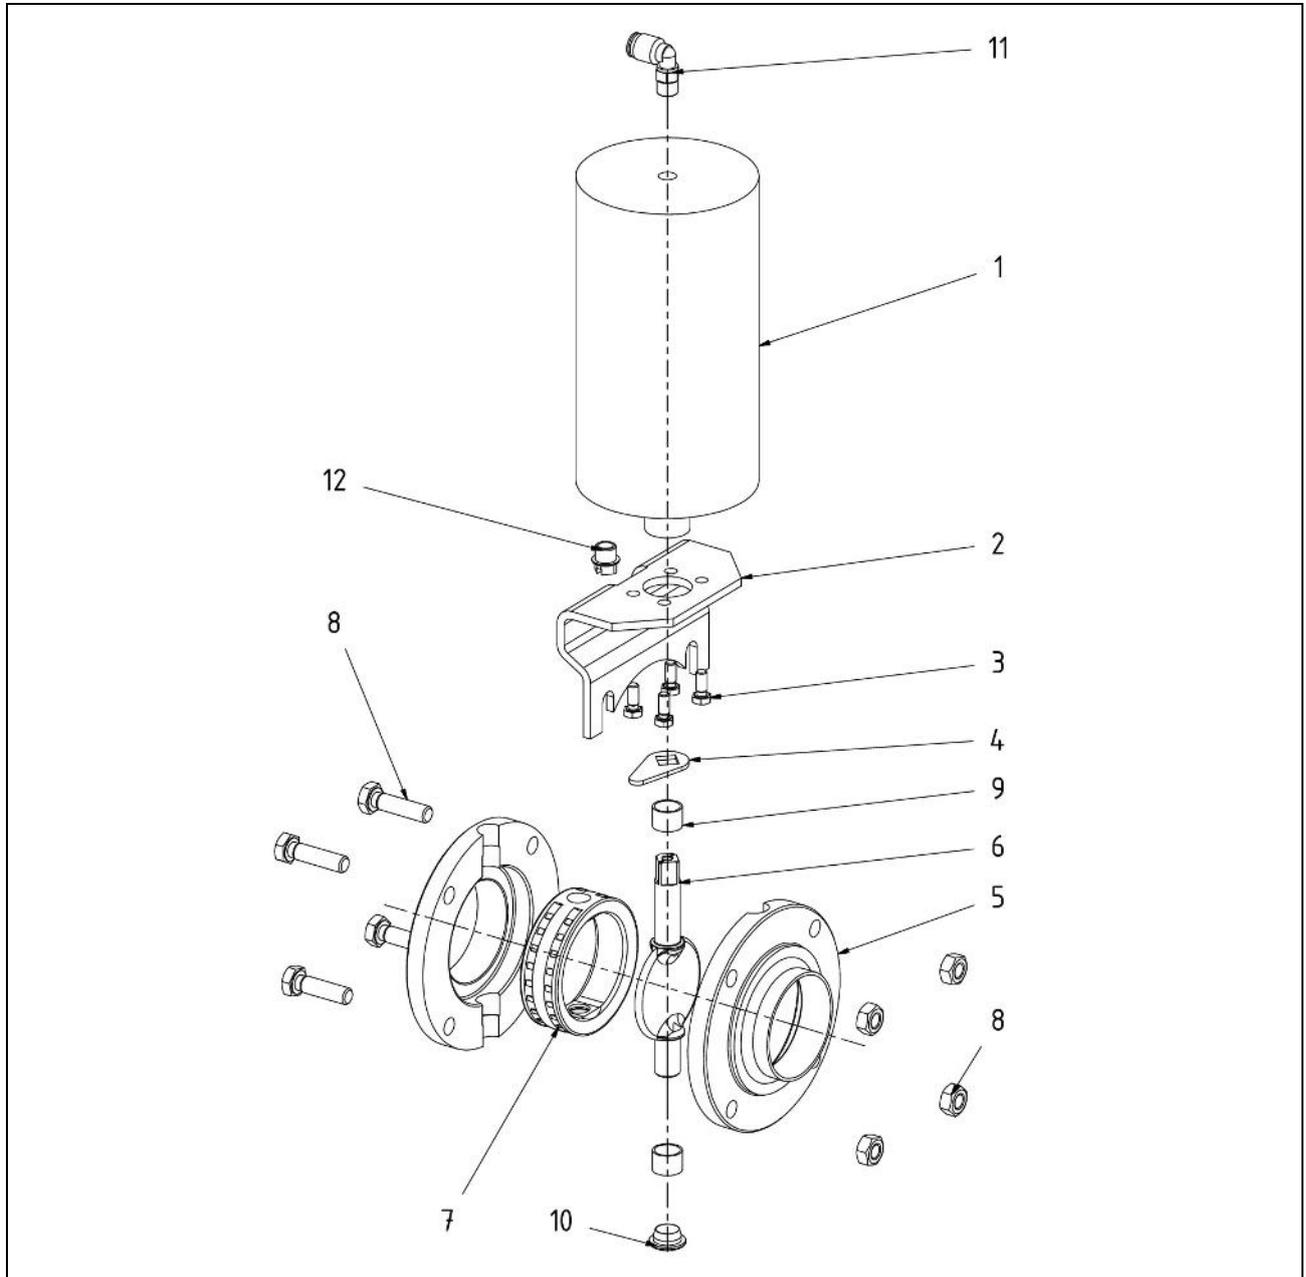

Abb. 6.3: Aufbau Scheibenventil mit pneum. Antrieb
- Trennen Sie den Druckluftanschluss (Abb. 6.3, Pos. 11) vom pneumatischen Antrieb.
- Entfernen Sie die Schraubengruppe (Abb. 6.3, Pos. 8).
- Ziehen Sie die gesamte Baugruppe ‚Pneumatischer Antrieb mit Haltekonsole‘ (Abb. 6.3, Pos. 1, 2 u. 3) in Achsrichtung ab.
- Ziehen Sie die Stellungsanzeige (Abb. 6.3, Pos. 4) in Achsrichtung ab.
- Trennen Sie die Flansche (Abb. 6.3, Pos. 5).
- Entnehmen Sie die Klappe (Abb. 6.3, Pos. 6) mit Dichtung (Abb. 6.3, Pos. 7) und Buchsen (Abb. 6.3, Pos. 9) aus dem Flansch.
- Ziehen Sie die Buchsen (Abb. 6.3, Pos. 9) von den Schäften der Klappe und ziehen Sie dann zuerst den kurzen Schaft der Klappe (Abb. 6.3, Pos. 6) aus der Bohrung der Dichtung (Abb. 6.3, Pos. 7), danach den langen Schaft.
- Kontrollieren Sie die Dichtung (Abb. 6.3, Pos. 7) auf Beschädigungen.
- Reinigen Sie die Klappe (Abb. 6.3, Pos. 6) einschließlich der Schäfte und fetten Sie die Dichtung (Abb. 6.3, Pos. 7) in der Lagerwellenbohrung mit zugelassenem Fett (Unisilikon 641, z. B. Firma Klüber) ein.
- Führen Sie den langen Schaft der Klappe (Abb. 6.3, Pos. 6) in die Bohrung der Dichtung (Abb. 6.3, Pos. 7) ein.
- Drücken Sie die Dichtung (Abb. 6.3, Pos. 7) zusammen und ziehen Sie diese über den kurzen Schaft.
- Schieben Sie die Buchsen (Abb. 6.3, Pos. 9) über die Schäfte der Klappe (Abb. 6.3, Pos. 6).
- Legen Sie die Klappe (Abb. 6.3, Pos. 6) mit aufgezogener Dichtung (Abb. 6.3, Pos. 7) und Buchse (Abb. 6.3, Pos. 9) in die Lagerwellenbohrung des Flansches bzw. Innenflansches (Abb. 6.3, Pos. 5).
- Setzen Sie den Gegenflansch vorsichtig, ohne die Dichtung (Abb. 6.3, Pos. 7) zu beschädigen, auf den Flansch auf. **HINWEIS:** Achten Sie darauf, dass die Bohrungen der Lagerwelle und der Verschraubungen exakt übereinander liegen. Verschrauben Sie Flansch und Gegenflansch. Achten Sie darauf, dass die längeren Schrauben für die Haltekonsole des pneumatischen Antriebs sind!
- Positionieren Sie die Klappe (Abb. 6.3, Pos. 6) in der Stellung ‚Geschlossen‘.
- Legen Sie die Stellungsanzeige (Abb. 6.3, Pos. 4) auf den Vierkant der Klappe (Abb. 6.3, Pos. 6) auf. Die Stellungsanzeige muss dabei in die gleiche Richtung wie die Klappe (Abb. 6.3, Pos. 6) zeigen. Achten Sie beim Einbau der Stellungsanzeige auf die Drehrichtung des Antriebs. Bei ‚Luft öffnend‘ (Standard, rechtsdrehend) dreht sich der Antrieb bei Blickrichtung auf den Vierkant nach rechts.
- Setzen Sie den Innenvierkant der Baugruppe ‚Pneumatischer Antrieb mit Haltekonsole‘ (Abb. 6.3, Pos. 1, 2 u. 3) passend auf den Vierkant der Klappe (Abb. 6.3, Pos. 6) auf.
- Setzen Sie die in der Haltekonsole (Abb. 6.3, Pos. 2) vorhandene Einfräsung auf das obere Schraubenpaar auf.
- Ziehen Sie die Schraubengruppe (Abb. 6.3, Pos. 8) über Kreuz mit einem Drehmoment (siehe folgende Tabelle) fest und schließen Sie den Luftanschluss (Abb. 6.3, Pos. 11) an den pneumatischen Antrieb an.
- Lösen Sie die Schraubengruppe (Abb. 6.3, Pos. 8) und richten die Haltekonsole (Abb. 6.3, Pos. 2) neu aus. Ziehen Sie danach die Schrauben wieder fest an.
- Lösen Sie die Sechskantschrauben M5 (Abb. 6.3, Pos. 3) und richten die Haltekonsole (Abb. 6.3, Pos. 2) neu aus. Ziehen Sie danach die Schrauben wieder fest an.